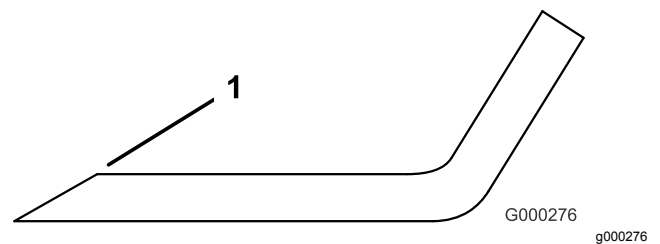

Figura 114
3. Inspeccione as extremidades de corte de todas as lâminas e afie-as se apresentarem sinais de desgaste ou ranhuras (Figura 114).
Nota: Afie apenas a zona superior da parte cortante e mantenha o ângulo de corte original para garantir um desempenho eficaz da lâmina (Figura 114). A lâmina manterá o equilíbrio se for retirada a mesma quantidade de metal de ambas as extremidades de corte.